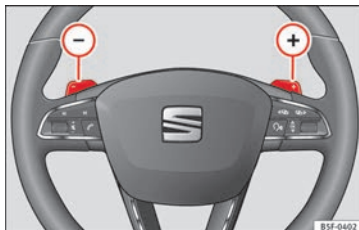

Bild 160 Ratt med reglage för automatisk växellåda
- Tryck den högra paddelväxeln (+) mot ratten för att växla uppåt » **bild 160**.
- Tryck den vänstra paddelväxeln (-) mot ratten för att växla nedåt » **bild 160**.
Om paddelväxlarna » **bild 160** används i normala programmet eller sportprogrammet växlar systemet tillfälligt till "tiptronic"-läget. För att avsluta "tiptronic"-läget igen, tryck på den högra paddelväxeln (+) mot ratten i cirka en sekund. Du lämnar också "tiptronic"-läget om paddelväxlarna inte rörs under en viss tid.